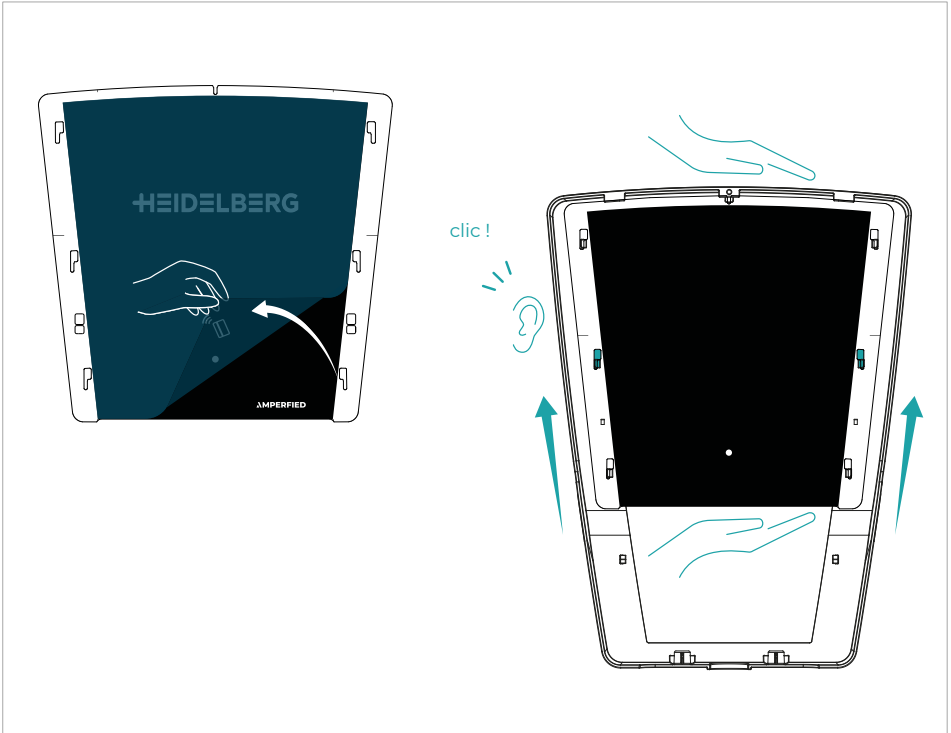

Fig. 9
- Retirez le film de protection du panneau comme indiqué à la **fig. 9**.